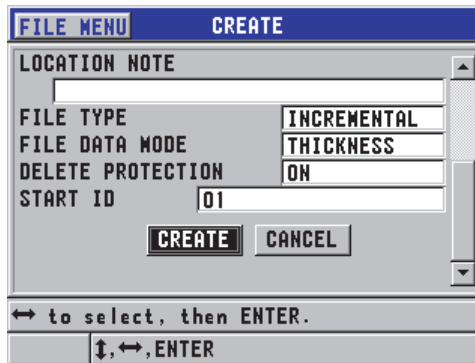

Figura 6-18 Tela CREATE para tipo de arquivo de dados incremental
2. Na tela **CREATE** (veja Figura 6-18 na página 107):